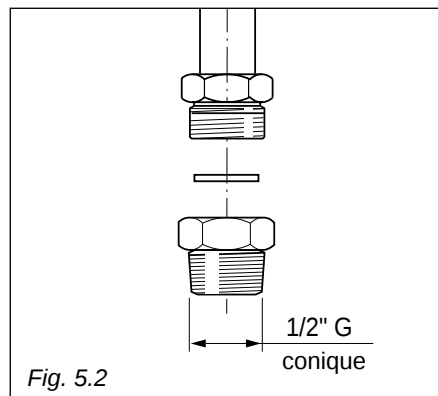

Fig. 5.2
Avant de procéder au raccordement de l'appareil à la conduite du gaz, monter le raccord conique (fourni avec l'appareil) en interposant le joint (fig. 5.2).
- Soulever et retirer la sole de l'intérieur du four (fig. 5.2)